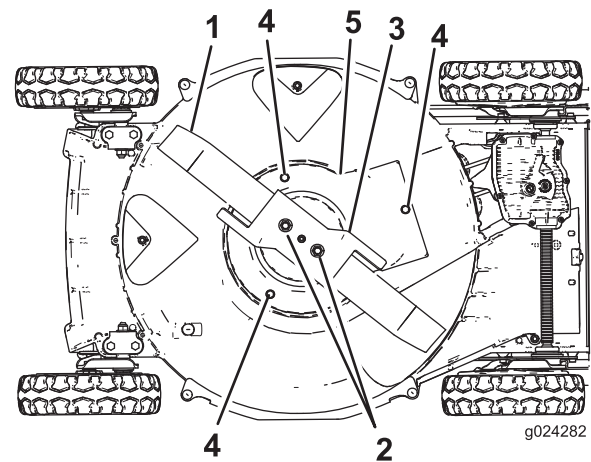

Bild 37
6. Entfernen Sie die zwei Messermuttern, das Gaspedal und das Messer (Bild 37).
7. Entfernen Sie die Schrauben, mit der das Schutzblech der Messerbremse am Mähergehäuse befestigt ist (Bild 37).